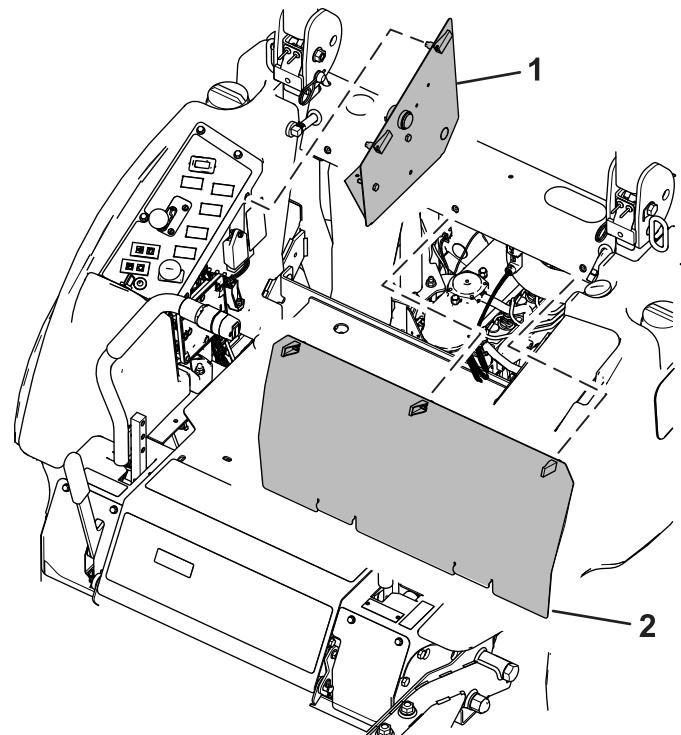

Figure 5
10. Déposez le panneau d'accès derrière le siège et sur le côté de la console (Figure 5).